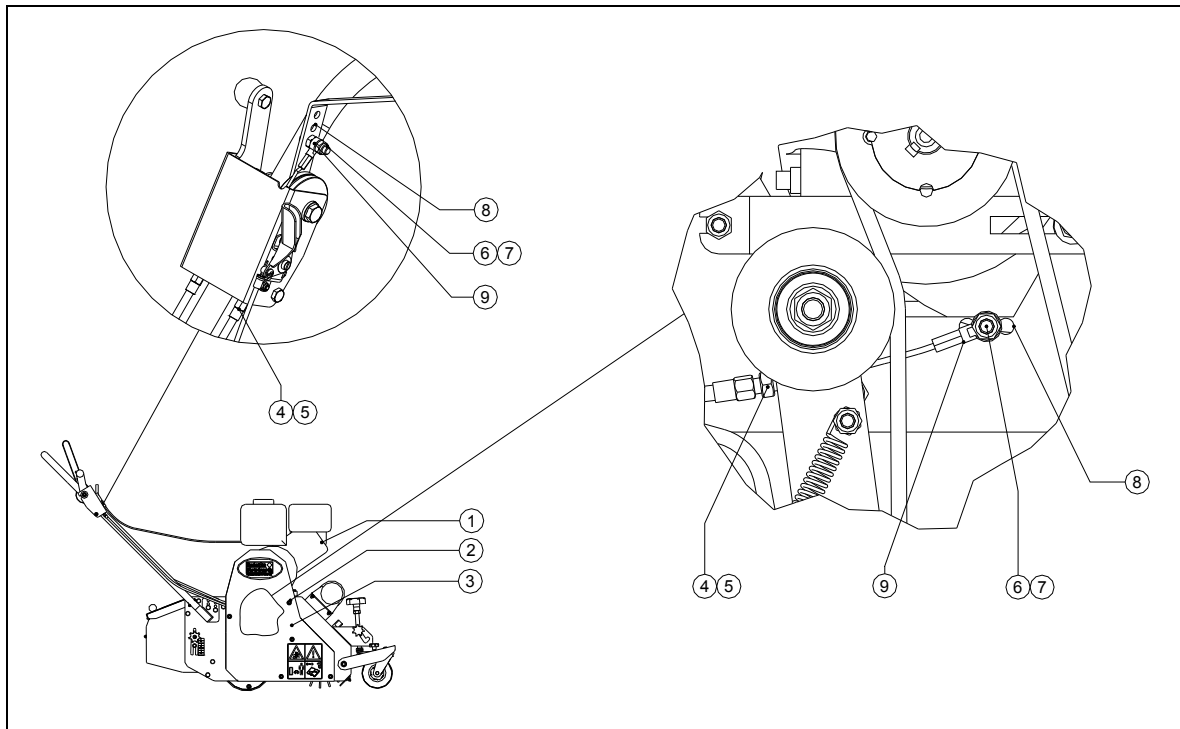

Fig. 18
2. le galet tendeur réglable pour la transmission de toute la machine 1. (Voir fig. 18)
Galet tendeur réglable pour la transmission de toute la machine (voir fig. 18)